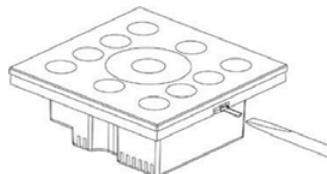

Рис.1.
3.5. Отсоедините лицевую панель от корпуса, аккуратно поддав её плоской отверткой (рис. 1).